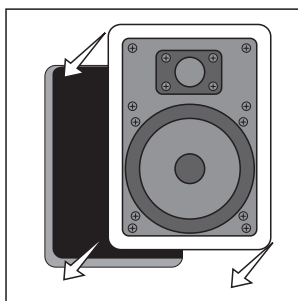
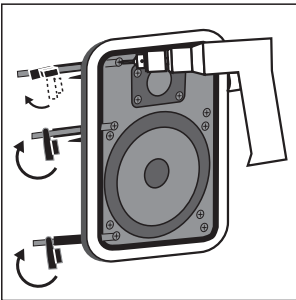

FIGURE 9
FIGURE 10
1. To mount the speaker, make sure that the rotating wall clamps are flipped inwards so that your speaker fits into your cutout without nicking your wall. Then place the speaker carefully into the cutout. [Figure 9] Tighten the wall clamp screws with a screwdriver. This will rotate the wall clamps and secure the speaker to the wall. [Figure 10] Hint: Do not overtighten the wall clamp screws.
1. Pour installer le haut-parleur, assurez-vous d'abord que les crampons muraux rotatifs sont dirigés vers l'intérieur de façon à ce que votre haut-parleur puisse pénétrer l'embrasure sans érafler le mur ou le plafond. Placez ensuite délicatement le haut-parleur dans l'embrasure [Figure 9]. Serrez les vis des crampons muraux à l'aide d'un tournevis. Cela fera tourner les crampons qui fixeront solidement votre haut-parleur au mur ou au plafond [Figure 10]. Il est important de ne pas trop serrer les vis des crampons.